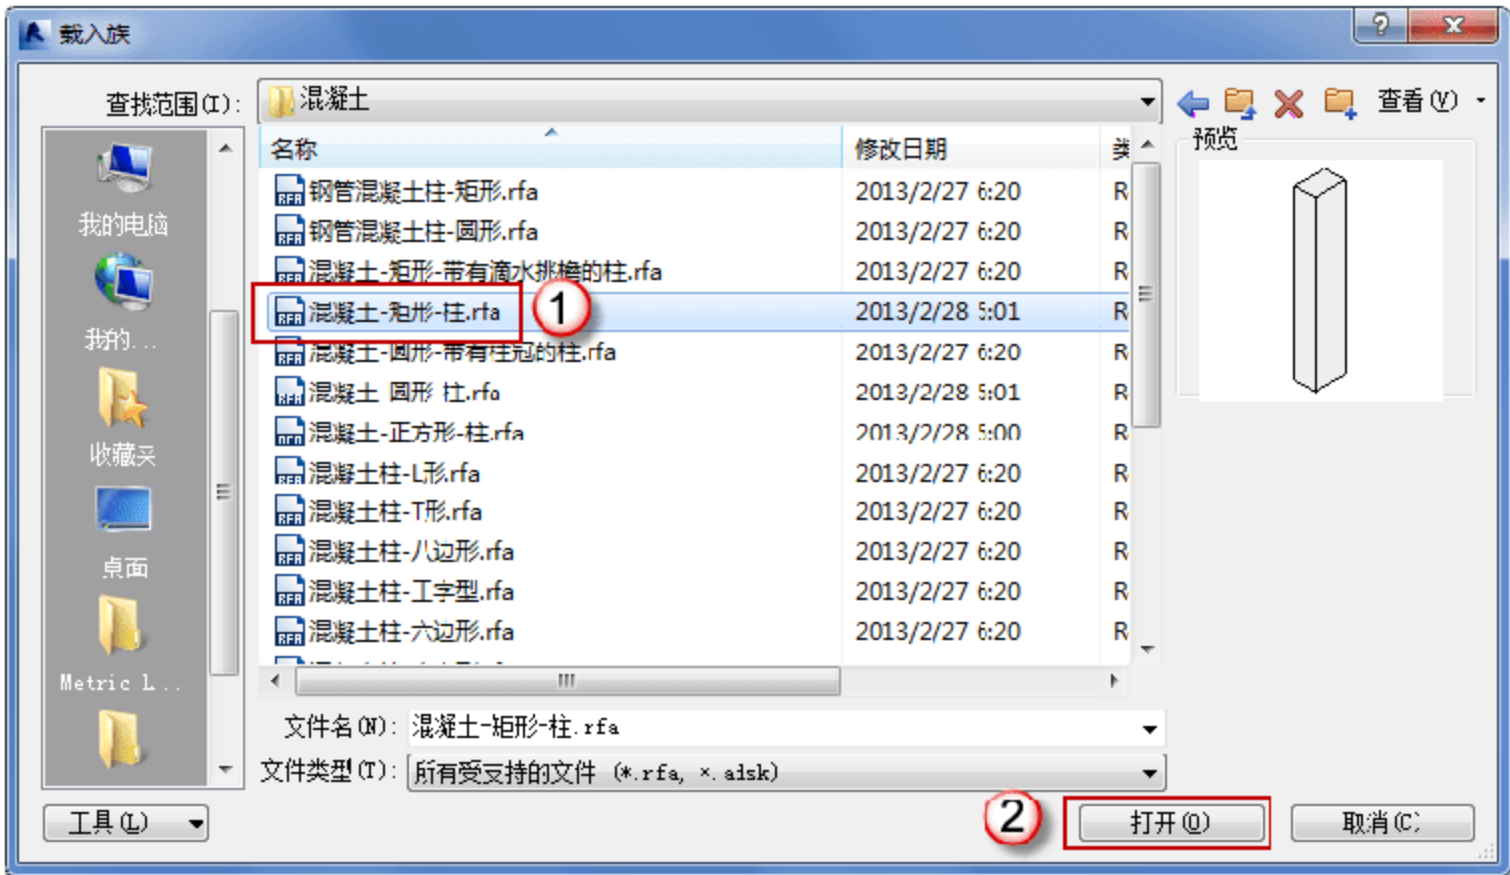

图 4.1.4 载入柱族
(4) 载入矩形柱的系统族。选择“插入”→“载入族”命令，在弹出的“载入族”对话框中选择“混凝土-矩形-柱.rfa”族文件，如图 4.1.4 所示。